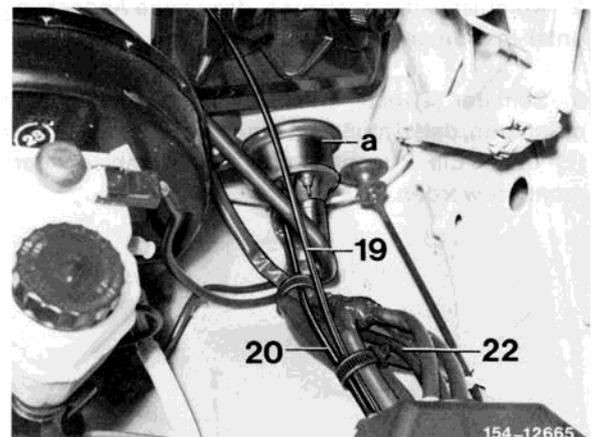

Bild 6
21 2polige Kupplung an der langen Ausbindung des Zusatzleitungssatzes (22) abmontieren. Anschließend Zusatzleitungssatz (22) durch die Gummitülle (a) in der Stirnwand links in den Motorraum verlegen (Bild 6).